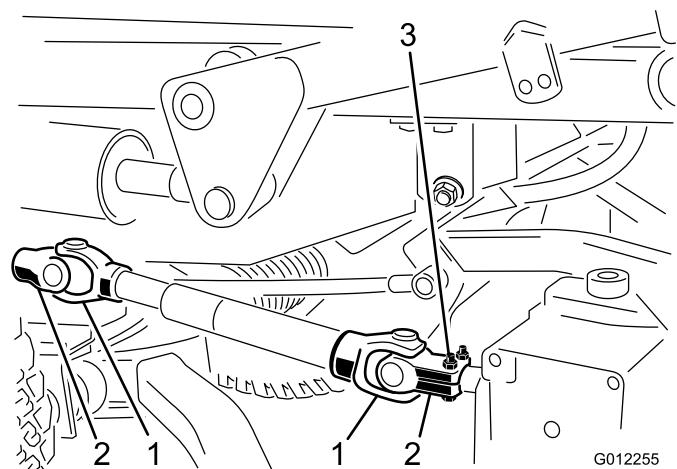

Figura 19
3. Estraete il perno a rullo che fissa la forcella dell'albero di trasmissione all'albero in entrata della scatola degli ingranaggi (Figura 19). Allentate le viti a testa cilindrica e i dadi di bloccaggio ed estraete la forcella dall'albero in entrata. Se utilizzate il trattorino senza apparato di taglio, estraete il perno a rullo dalla forcella sull'albero di trasmissione dal trattorino stesso.